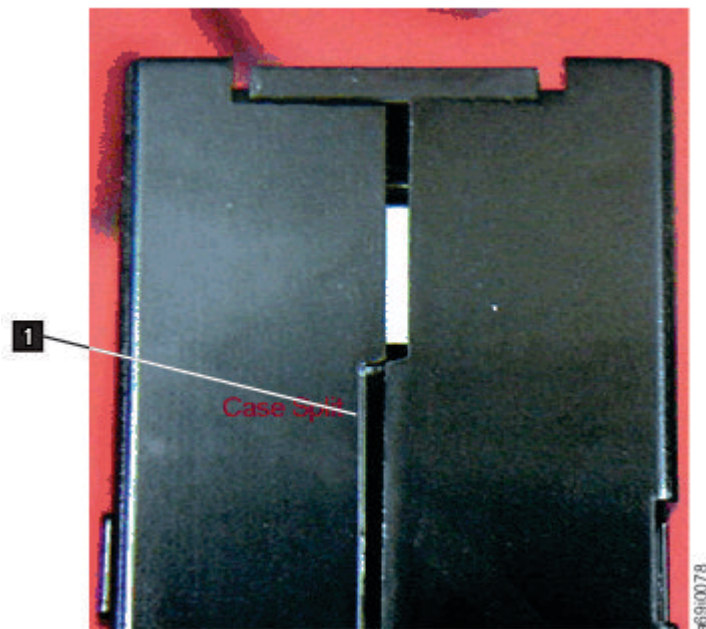

图 91. 检查盒带接合处的间隙
- 检查盒带背面（首先装入到磁带装填仓的部分），确保盒带外壳的接合处没有空隙。中的 **4**。如果接合处有空隙（请参阅图 91），那么导销可能会脱落。